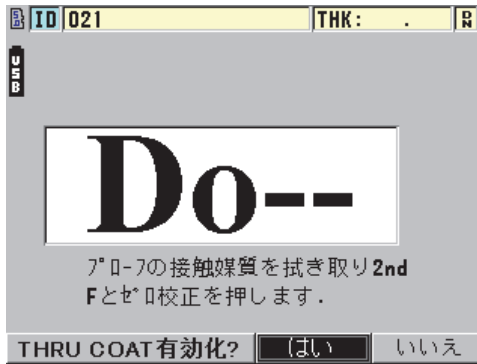

図 6-6 スルーコート設定ダイアログボックスを開く
4. **[2nd F]**、**[ゼロ校正]**（自動ゼロ調整）を押します（79 ページの図 6-6 参照）。